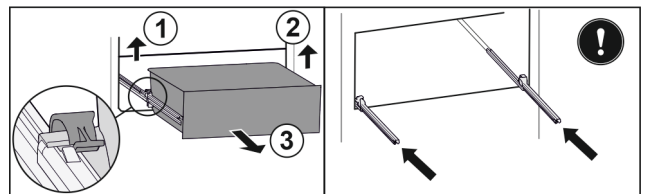

Fig. 166
- ▶ Linker klem optillen en gelijktijdig lade links naar voren trekken. Fig. 166 (1)
- ▶ Rechter klem optillen en gelijktijdig lade rechts naar voren trekken. Fig. 166 (2)
- ▶ Lade naar voren toe verwijderen. Fig. 166 (3)